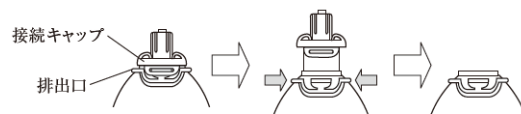

図 3
15. 胸水が貯留した際は、速やかに排出口の両側をつまみ接続キャップを取り外し胸水の排出を行う。(図 3)